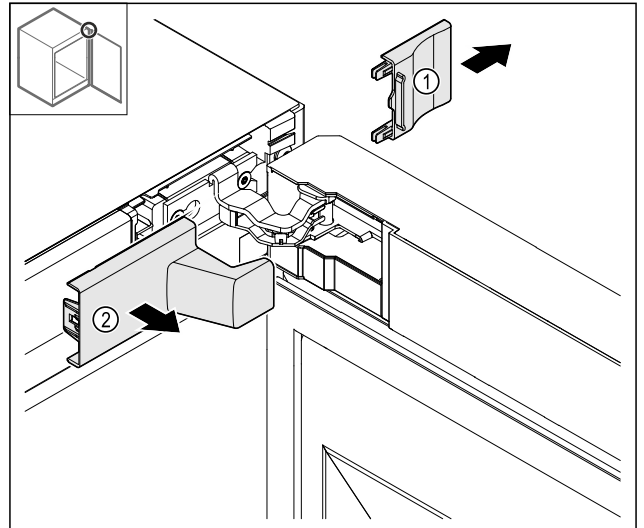

Fig. 10
- Abdeckung Fig. 10 (1) und dann Fig. 10 (2) entfernen.